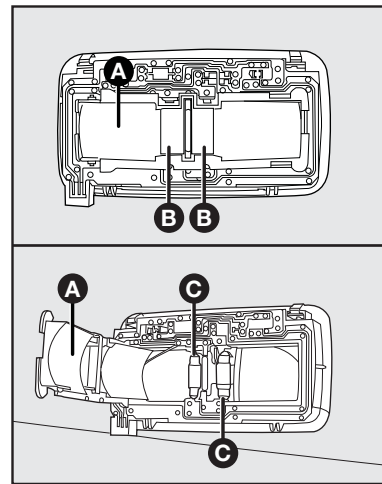

fig. 40
3) Forçar para cima, utilizando uma ferramenta, a tampa **A-fig. 40** interna, para acesso às lâmpadas;
4) Puxar para cima a tampa **A-fig. 40**, pegando nas abas centrais **B**.
5) Retirar a lâmpada queimada **C-fig. 40** e substituí-la;